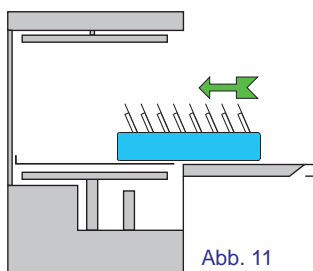

Abb. 11
- Schieben Sie den Korb mit dem schmutzigen Geschirr ein. Die Teller müssen korrekt in den Korb eingestellt werden (siehe Abb. 11).